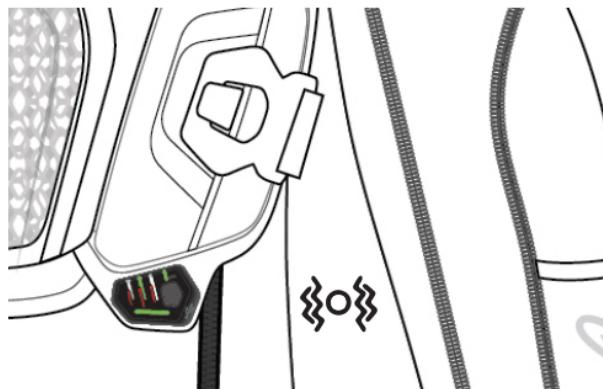

Figura 9: Fase di controllo del display LED
- 1) Controllo dei LED: in questa fase il sistema controlla che tutti i LED disponibili funzionino correttamente. L'utente vedrà che tutti i LED disponibili (4c, 4d, 4e) si accendono di colore VERDE SOLIDO per circa un secondo e poi si spengono (Figura 9);